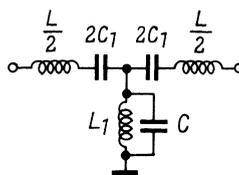

Bild 14. Doppelsieb mit Bandpaßwirkung
Vielfach wird es notwendig sein, aus einem gegebenen breiten Frequenzspektrum, z. B. den Bändern I, II, III einen bestimmten Bereich, z. B. Band II herauszuziehen. Dazu dient ein Bandpaß oder Bandfilter. Es gibt nun mehrere Bandpaßarten. Einen recht steilen Dämpfungsanstieg bietet das Doppelsieb nach Bild 14. Hierfür gilt:
8.41. Beispiel: Es soll untersucht werden, ob ein Bandpaß in der (hier nochmals) dargestellten T-Schaltung (Bild 14) für eine Weiche (Bandpaß-Bandpaß-Kombination) verwendet werden kann. Zu trennen sind die Kanäle 5 und 7 (Band III). Gefordert wird eine Mindestdämpfung von 20 dB im Sperrbereich.